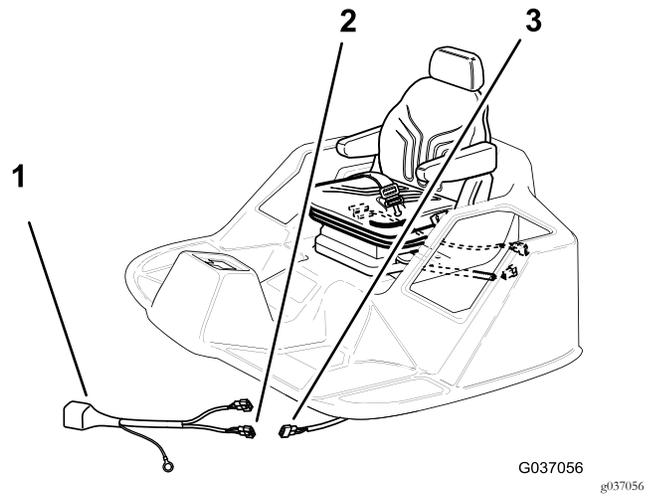

Figura 20
2. Ligue o conector de duas lâminas da cablagem do relé ao conector de duas tomadas (Figura 20) da cablagem da máquina que desligou no passo 1 de 2 Remoção do banco (página 4).